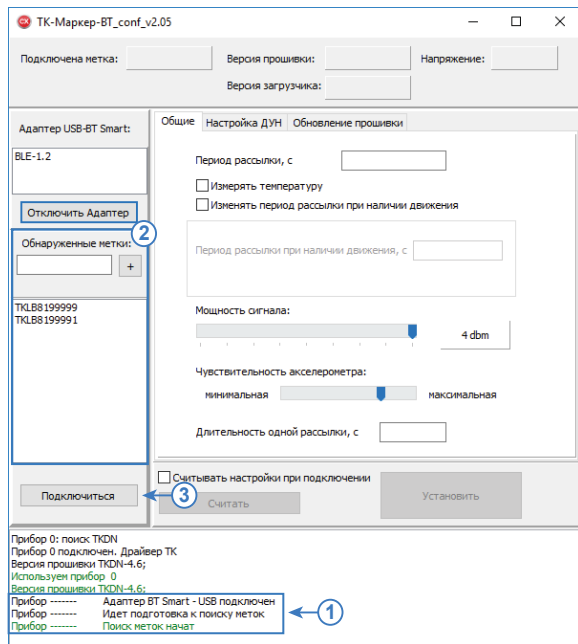

Рис.4. Обнаруженные метки.
- Программа выполнит подключение к выбранному адаптеру и начнет поиск доступных меток «TK-Маркер-ВТ». Ход подключения отображается в окне состояния (Рис.4, п.1);
- после обнаружения метки, ее серийный номер появится в списке «Обнаруженные метки» (Рис.4, п.2). В этом же списке могут появиться метки, которые осуществляли рассылку в момент поиска;
- для подключения к нужной метке необходимо выбрать ее в списке, затем нажать кнопку «Подключиться» (Рис.4, п.3). Если метка переведена в режим программирования, то подключение займет несколько секунд, в противном случае время подключения будет зависеть от периода рассылки, установленного в метке. Статус установления соединения отображается в окне состояния;